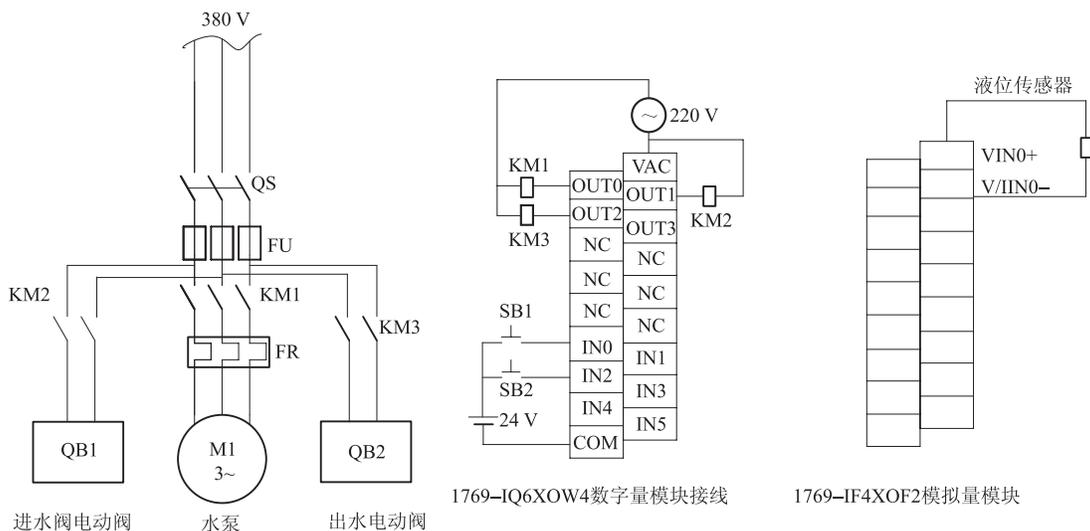

图 1.120 高塔水位电气原理图
(1) 硬件电路已经完成。电气控制电路的硬件作为给定条件, 其电气原理图如图 1.120 所示。
(2) 控制要求如下。
- ① 控制系统能满足系统的正常运行要求。
- ② 采用计算机在监视室监控的方法, 实现手动和自动控制。